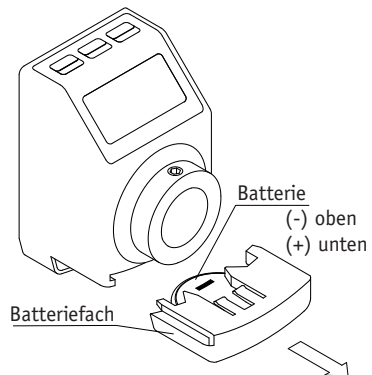

Abb. 4: Batteriewechsel
- Achten Sie beim Einsetzen der Batterie auf die richtige Polung. (siehe Abb. 4) Bei falscher Polung geht die Programmierung verloren.
Zum Wechsel der Batterie folgende Schritte durchführen (siehe Abb. 4):